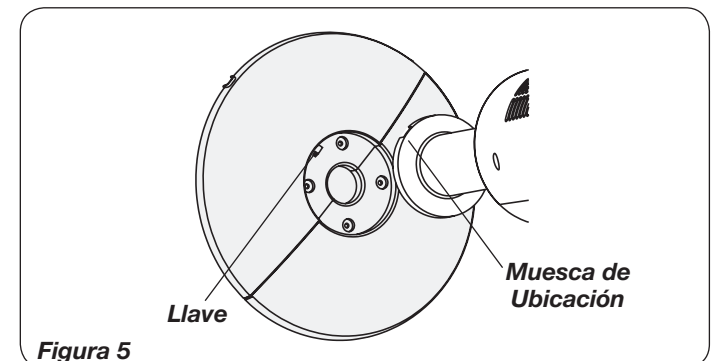
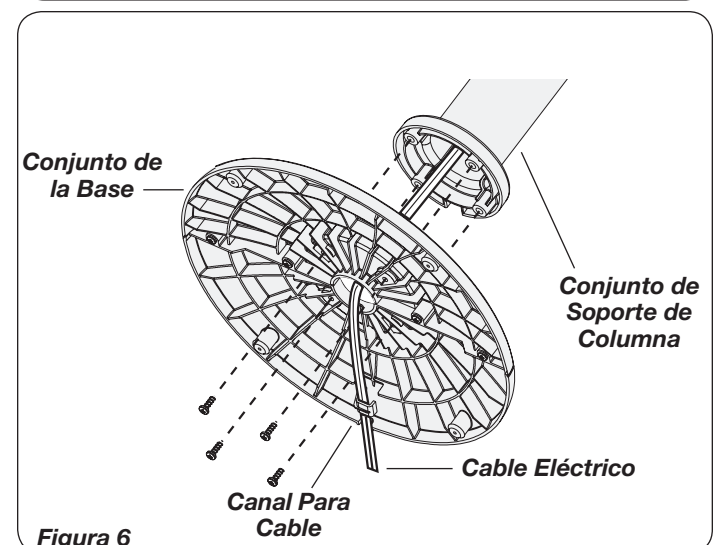

Figura 5
Figura 6
5. Alinee el **Conjunto de la Base** con el **Conjunto de Soporte de Columna**. Cerciérese de que la **Muesca de Ubicación** en el **Conjunto de Soporte de Columna** quede alineada con la **Llave** en el **Conjunto de la Base** (Figura 5). Una el **Conjunto de la Base** al **Conjunto de Soporte de Columna** con (4) tornillos M5 X 13 mm. Jale suavemente el **Cable Eléctrico** para que no quede holgado, y colóquelo en el **Canal Para Cable** del **Conjunto de la Base**. (Figura 6)